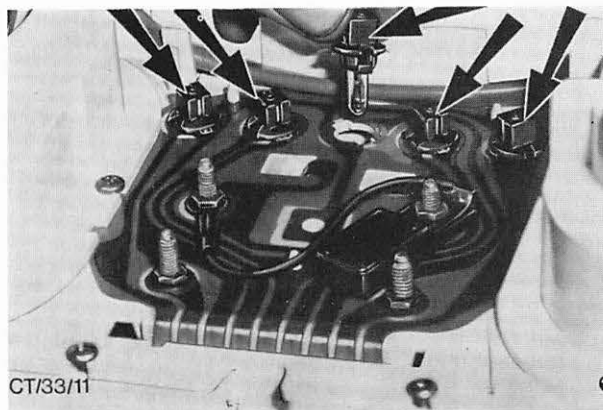

Abb. 11 Kontroll-Leuchten (5 Stk.)
2. Lampenfassungen der Kontroll-Leuchten (5 Stk.) herausnehmen, Abb. 11.